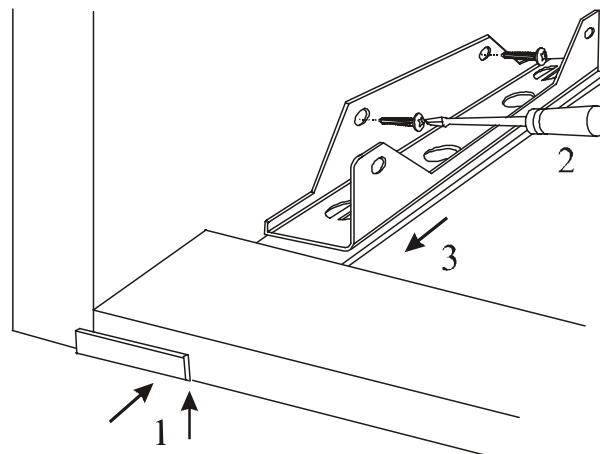
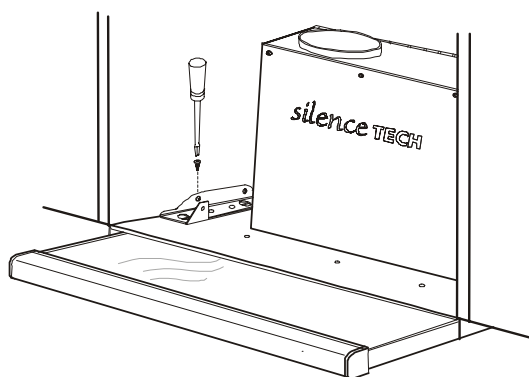
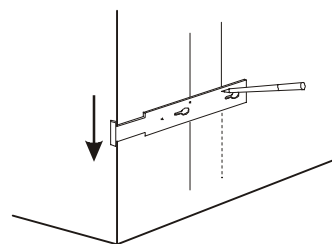
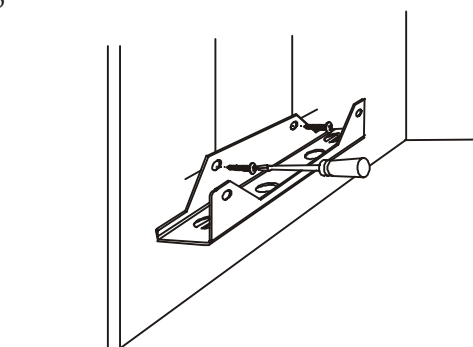

Fig. 10
Fig. 11
Fig. 13
Fig. 14
- ❹ Tryk linealen mod skabets side og skru monteringsbjælkerne op iht. fig. 10.
- ❺ Vend ophængningsbjælken en halv omgang, når den monteres på skabets højre side.
- ❻ Løft emhætten op og få kroge til at passe i nøglehullerne.
- ❼ Pres emhætten ind mod væggen. Sørg for at alle kroge sidder rigtigt i nøglehullerne.
- ❽ Montér låseskruen iht. fig. 11.
- ❶ Brug monteringskabelonen og tegn to lodrette linier iht. fig. 13 på begge sider.
- ❷ Mål, hvor højt emhætten skal monteres.
- ❸ Montér ophængningsbjælkerne (fig. 14). Billedet viser venstre side. Højre side er spejlvendt.
- ❹ Løft emhætten op og få krogene til at passe i nøglehullerne.
- ❺ Pres emhætten ind mod væggen. Sørg for at alle kroge sidder rigtigt i nøglehullerne.
- ❻ Montér låseskruen iht. fig. 11.